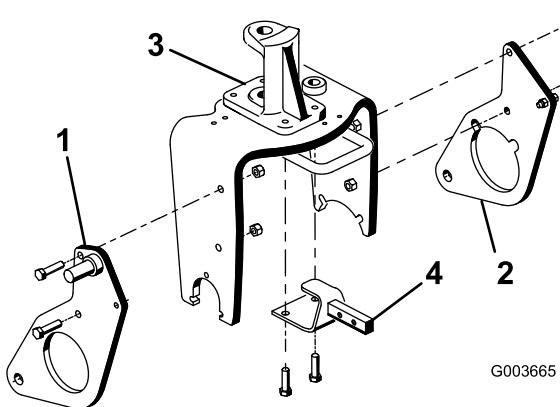

Figura 6
- Montare la piastra dell'aratro destra senza stringere sul lato destro della forcella con 2 bulloni (1/2 x 2 pollici) e dadi di bloccaggio come indicato nella Figura 6. Non serrare i dispositivi di fissaggio.
- Ripetere la procedura anche per la piastra dell'aratro sinistra (Figura 6).
- Rimuovere ed eliminare i 2 bulloni che fissano la parte anteriore del perno dello sterzo sulla parte superiore della forcella (Figura 6).
- Utilizzare la forcella e i fori di montaggio del perno dello sterzo per montare la staffa del telaio dell'attacco di traino alla parte inferiore della forcella con 2 bulloni (1/2 x 1-3/4 pollici) (Figura 6). Potrebbe essere necessario sgonfiare parzialmente lo pneumatico per guadagnare spazio.